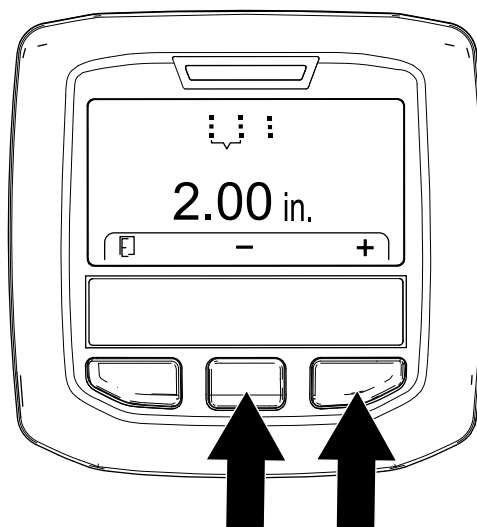

Figura 56
5. Reglai spaierea dintre găuri (Figura 56) după cum urmează: